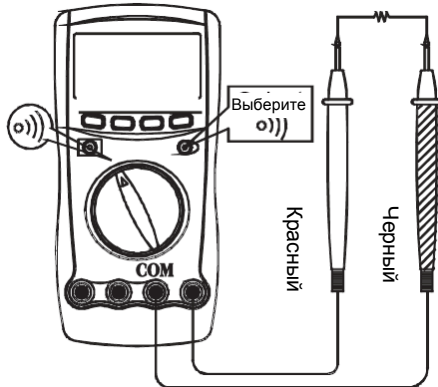

Рисунок 8
**F. Прозвонка электрических цепей** (см. Рисунок 8)**⚠ Предупреждение**